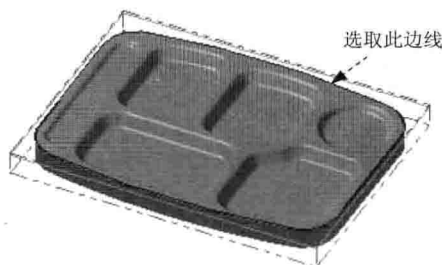
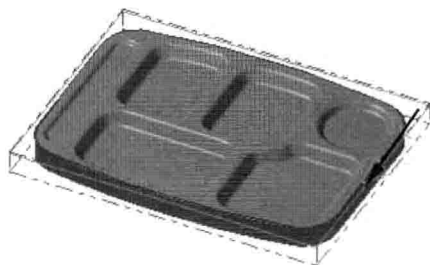

图 1.14 选取区域
图 1.15 定义区域
Step2. 定义边界的附着面和边界位置。选取图 1.12 所示的曲面为边界的附着面，此时在所选取的曲面上出现图 1.13 所示的箭头。移动鼠标，将箭头移动到图 1.14 所示的位置后单击鼠标左键，此时系统自动生成创建的边界预览。单击 按钮完成指定边界的创建。
Step3. 选择下拉菜单 **刀具路径(T)** → **外形铣削... (C)...** 命令，系统弹出“串连选项”
Step4. 设置加工区域。在图形区中选取图 1.14 所示的边线，系统自动选取图 1.15 所示的边链，方向箭头如图 1.15 所示（若方向不同，可单击“串连选项”对话框中的  按钮调整）。单击  按钮，完成加工区域的设置，同时系统弹出“2D 刀具路径-外形”对话框。